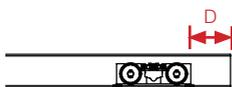

Figura 2: Carrello in posizione di montaggio/smontaggio
- Collegare i connettori al cavo del caricabatterie del sollevatore, Figura 2.
- I. Determinare la posizione sulla guida in cui potrà essere montato e smontato il sollevatore. NOTA! La distanza D in Figura 2 dall'estremità della guida al carrello dipende dal tipo di finecorsa utilizzato, vedere Tabella 1.
- 2) Accertarsi che il lamierino del caricabatterie si muova verso l'interno e l'esterno quando viene applicata la pressione, vedere Figura 2.